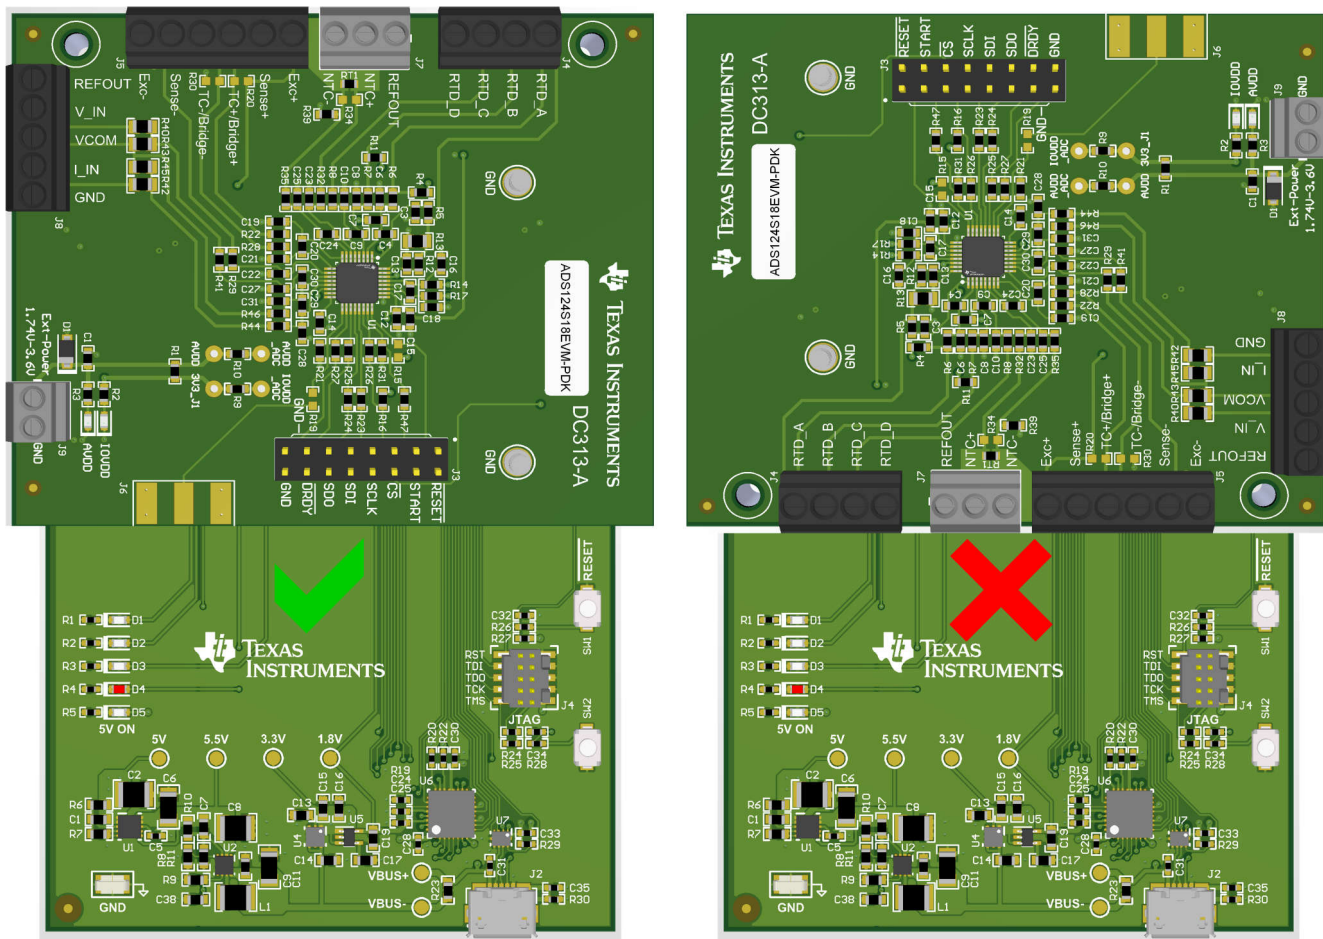

図 1-2. ADS124S18EVM と PAMB コントローラカードの接続
2. PAMB コントローラ カードと ADS124S18EVM がまだ組み立てられていない場合は、図 1-2 の左側の図に示すように、ADS124S18EVM を PAMB コントローラ カードに接続します。